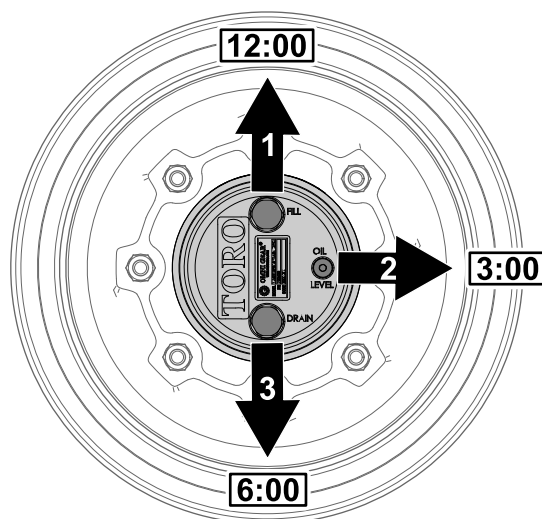

Figure 99
1. Garez la machine sur une surface plane et horizontale, puis tournez la roue de sorte que le bouchon de remplissage soit à la position 12 heures, le bouchon de contrôle soit à la position 3 heures et le bouchon de vidange soit à la position 6 heures (Figure 99).
- Retirez le bouchon de contrôle à la position 3 heures (Figure 99).
position 3 heures et le bouchon de vidange soit à la position 6 heures ; voir Figure 99 sous **Contrôle du niveau de lubrifiant du train planétaire** (page 70).